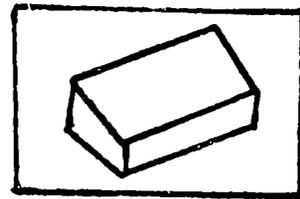

Fig. 20 - Ahusado en los extremos.
60. Ahusado en los extremos. (Ver Fig. 20.)